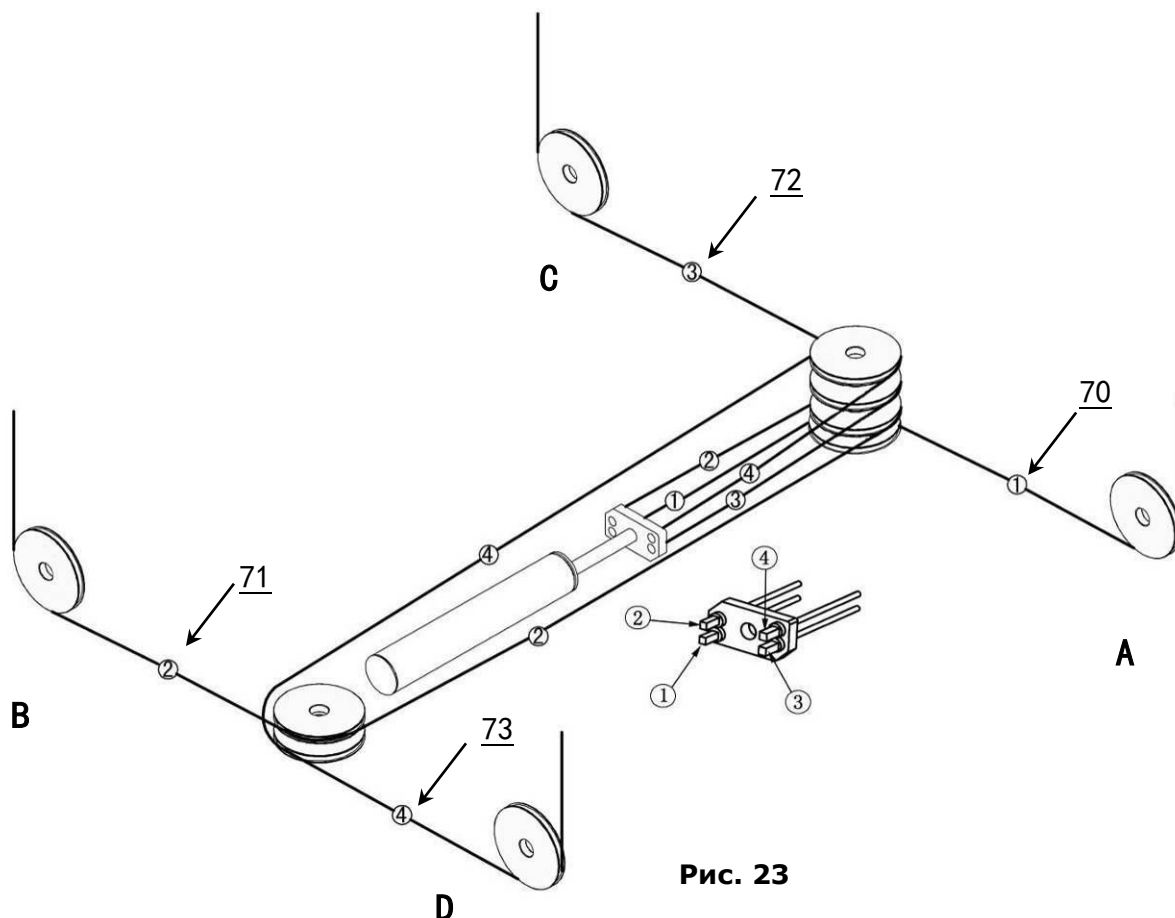

Рис. 23
1. Протяните троса от платформы до колонн в соответствии с их номерами (См. Рис. 23).